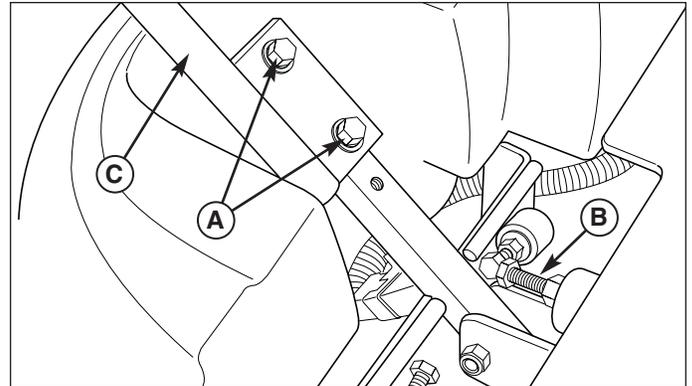

Figure 20. Réglage du levier de commande
Pour ajuster l'alignement de la poignée : Desserrez les boulons de montage (A, Figure 20) et faites pivoter le ou les leviers (C) pour les aligner les uns avec les autres.
Pour ajuster le positionnement de la poignée : Desserrez les écrous de blocage et réglez le boulon de positionnement (B, Figure 20) vers l'intérieur ou vers l'extérieur afin de régler correctement l'espacement de l'extrémité du levier.